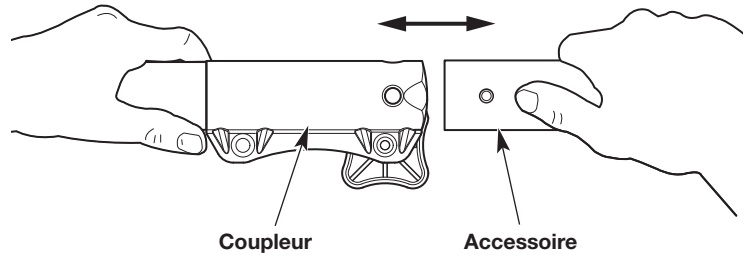
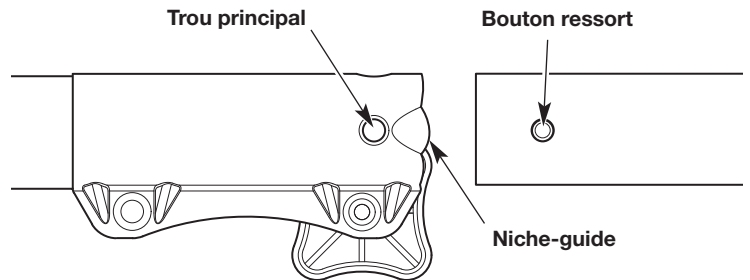

Fig. 3
Fig. 5
4. Alignez le bouton de déclenchement avec la rainure de guidage (Fig. 5).
5. Poussez l'accessoire directement dans le coupleur (Fig. 3) jusqu'à ce que le bouton de déverrouillage s'enclenche fermement dans l'orifice principal (Fig. 5).
3. Appuyez et maintenez enfoncé le bouton de déclenchement (Fig. 5).
4. Retirez l'accessoire du coupleur (Fig. 3).